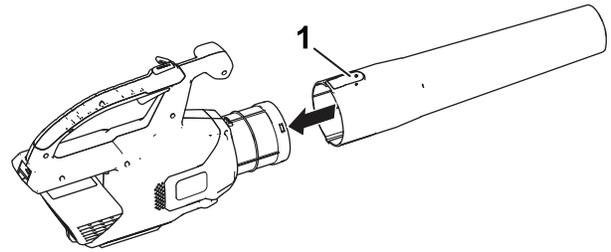

Figura 3
1. Deslice el tubo del soplador sobre la carcasa del soplador. Puede ser necesario presionar hacia abajo sobre la pestaña para que el tubo del soplador encaje en su sitio (Figura 3).